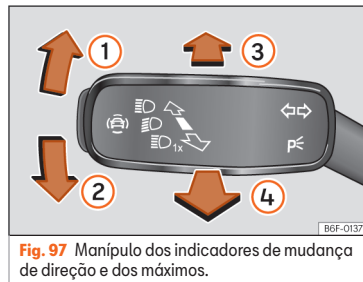

Fig. 97 Manípulo dos indicadores de mudança de direção e dos máximos.
• A partir da posição base, pressione para a frente o manípulo dos indicadores de mudança de direção e de máximos »» **Fig. 97 (3).**
• **OU:** se o assistente de máximos estiver ligado, puxe para trás o manípulo dos indicadores de mudança de direção e de máximos »» **Fig. 97 (4).**